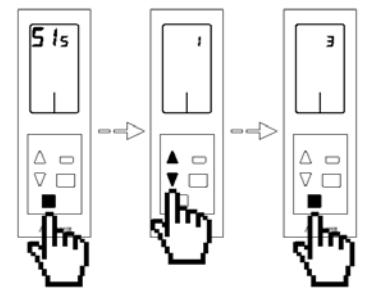

Fig. 97
- **Dirección de sistema 5 IS:** Esto permite definir el número del sistema en su instalación. Por defecto muestra el valor 1. Para modificar el valor de la dirección pulse el botón de confirmación  para acceder a su configuración. Utilice las flechas  $\Delta$ / $\nabla$  para modificar la dirección. El sistema mostrará los valores de dirección libres con un valor máximo de 247. Una vez seleccionado el valor correcto pulse el botón de confirmación  (Fig. 97)